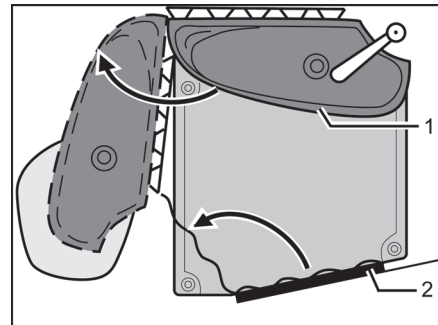

Bild 250 Vario-Toilette
- Waschbecken mit Rückwand (Bild 250,1) in Pfeilrichtung drehen.
- Den Toilettenraum betreten und die Toiletten-Eingangstür (Bild 250,2) von innen schließen und verriegeln.